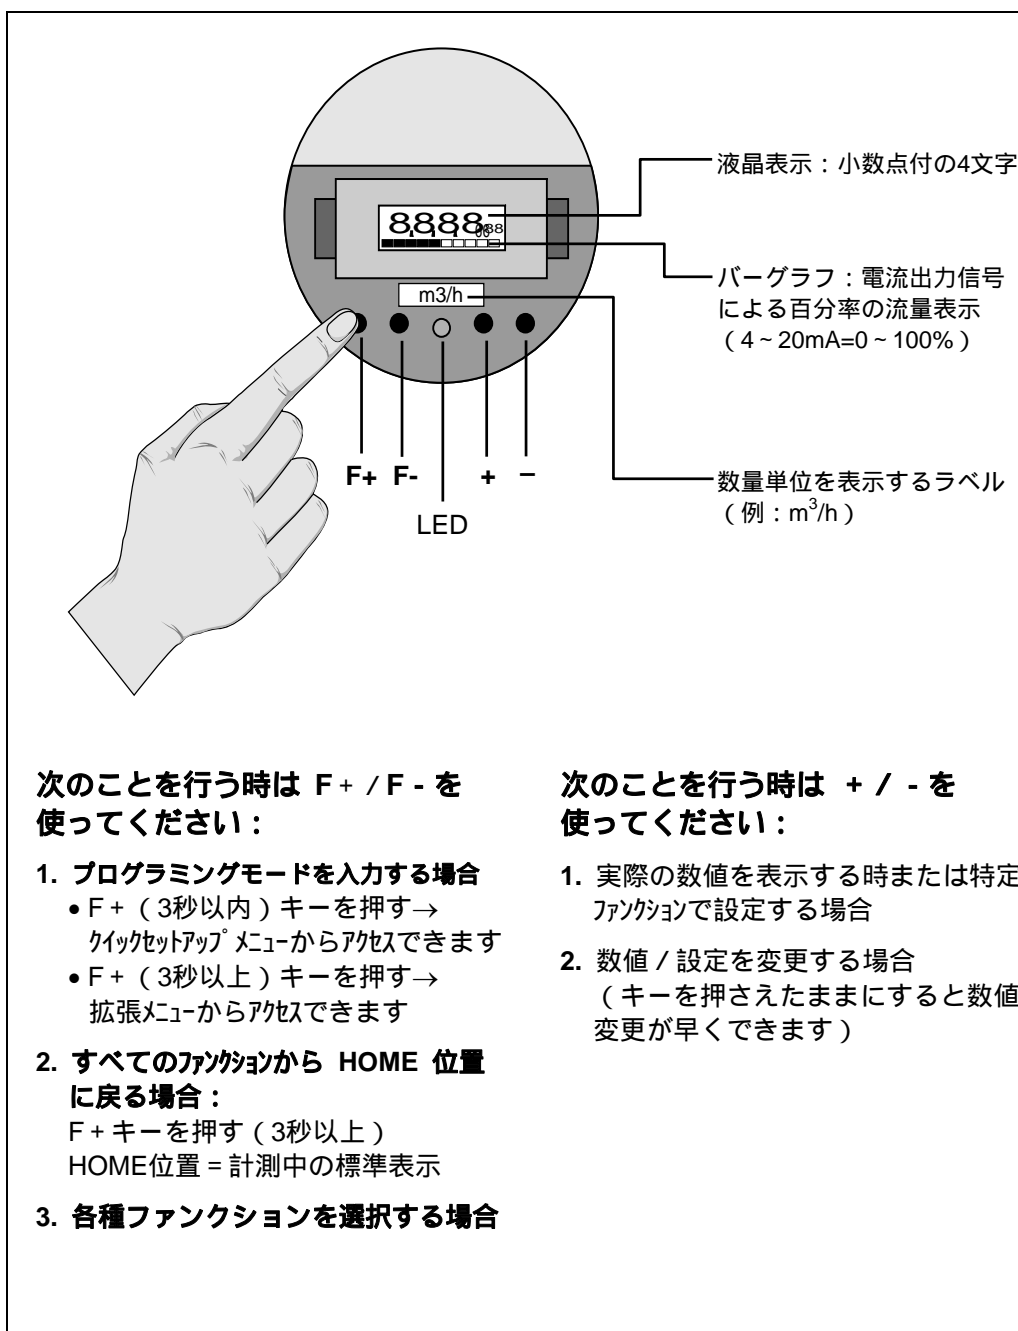

図 16
- 内蔵表示器に設けてある個所に単位ラベルを貼り付けてください。（図16参照）